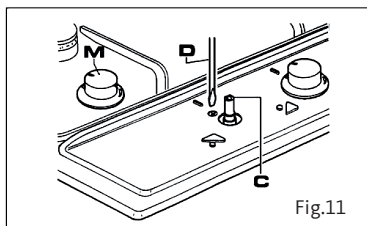

Fig.11
- Otez le bouton (M) (fig. 11) du robinet fixé par une simple pression sur la tige de ce dernier puis, ôtez le joint afin de pouvoir accéder aux vis de réglage sur le côté du robinet.
- A l'aide d'un tournevis très fin (C) (fig. 11) tournez vers la droite ou vers la gauche la vis de réglage jusqu'à ce que la flamme du brûleur soit correctement réglée au "Minimum".